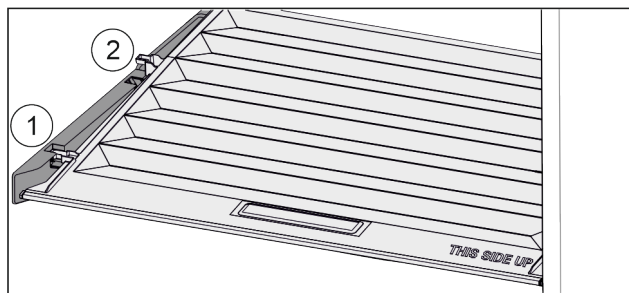

Fig. 91
- Pokrov povlecite naprej Fig. 91 (1) do odprtine v držalnih delih.
- Zadaj ga od spodaj dvignite in odstranite Fig. 91 (2) navzgor.